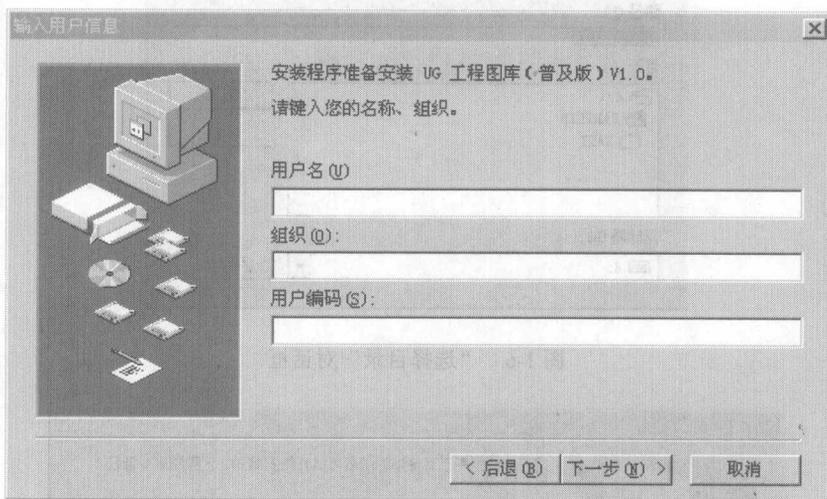

图 1-4 “输入用户信息”界面
(5) 进入“输入用户信息”界面, 如图 1-4 所示。在输入相关信息后, 单击“下一步”按钮。其中用户编码在随软件发行的信封中。